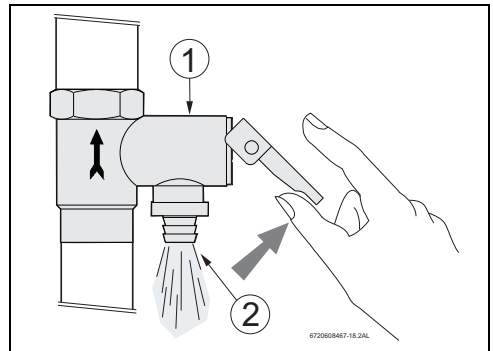

Fig. 54 Válvula de seguridad
- ▶ Abrir la válvula de seguridad al menos una vez al mes de forma manual (Fig. 54) para asegurar su fiabilidad funcional.